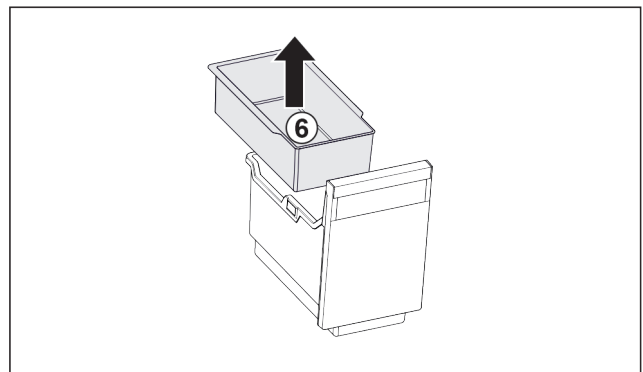

Fig. 23
- ▶ Извлеките Fig. 23 (6) подвесной лоток.